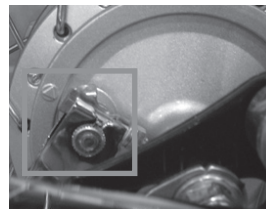

Imagen 32. Indicador de desgaste
5. Verificar que el indicador de desgaste no alcance la línea de desgaste. Ver imagen 32.